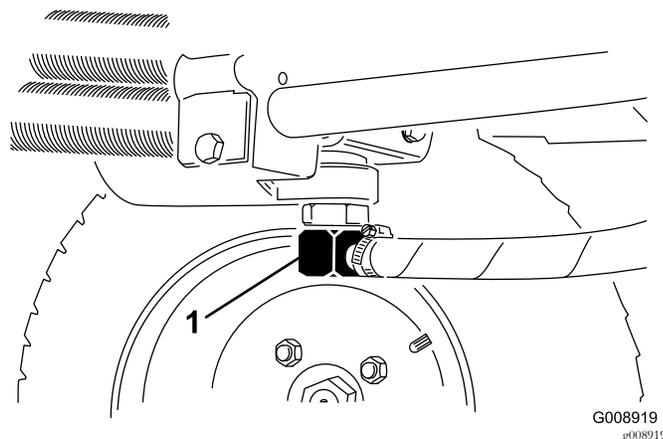
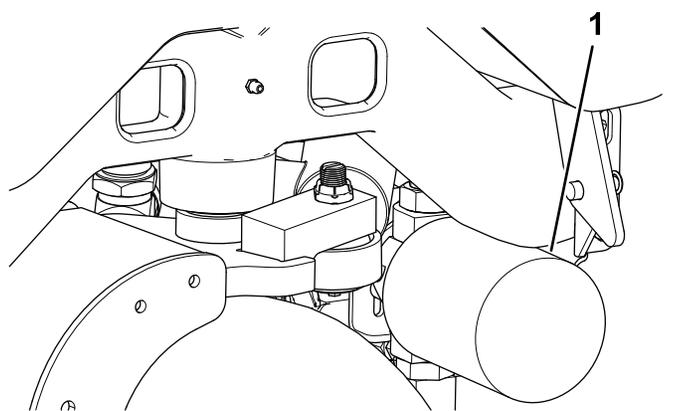

图74
图75
2. 断开液压管线 图74与油箱的连接或卸掉液压油过滤器 图75让液压油流入放油盘。
4. 在过滤器 (图75) 下面放置一个放油盘并拆下过滤器。